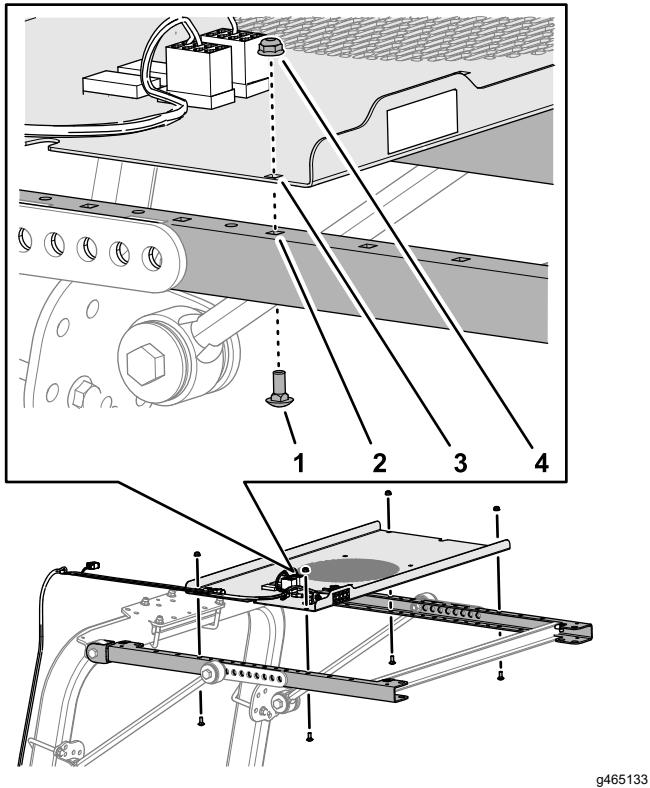

図 6
1. 図 6に示すように、スイッチパネルの四角い穴を、サンシェードのサイドフレームのチャネル部材の四角い穴に合わせる。
に組み付ける図 6 キャリッジボルト 4 本とナット